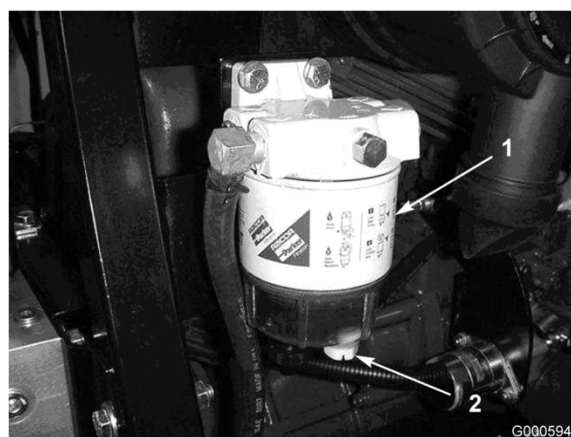

Figure 34
Vidangez chaque jour l'eau ou autres impuretés qui se trouvent dans le séparateur d'eau (Figure 34).
2. Dévissez le bouchon de vidange en bas de la cartouche du filtre (Figure 34). Revissez le bouchon quand la vidange est terminée.